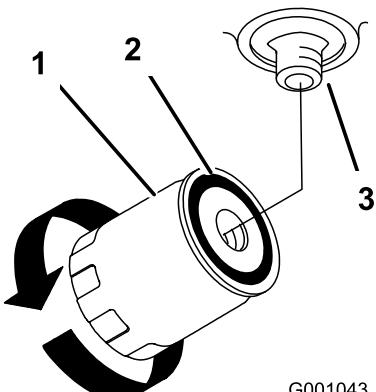

Figura 76
4. Retire el filtro usado y límpie con un paño la superficie de la junta del adaptador del filtro (Figura 76).
- Gire el filtro en el sentido de las agujas del reloj hasta que la junta de goma entre en contacto con el adaptador del filtro, luego apriete el filtro media vuelta más (Figura 76).